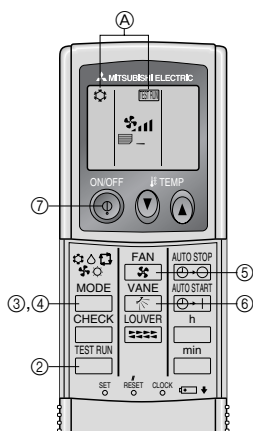

Fig. 7-2
7.2.2. Utilizar o controlo remoto sem fio (Fig. 7-2)
- ① Ligue a alimentação à unidade pelo menos 12 horas antes do ensaio.
- ② Prima o botão **TEST RUN** duas vezes continuamente.